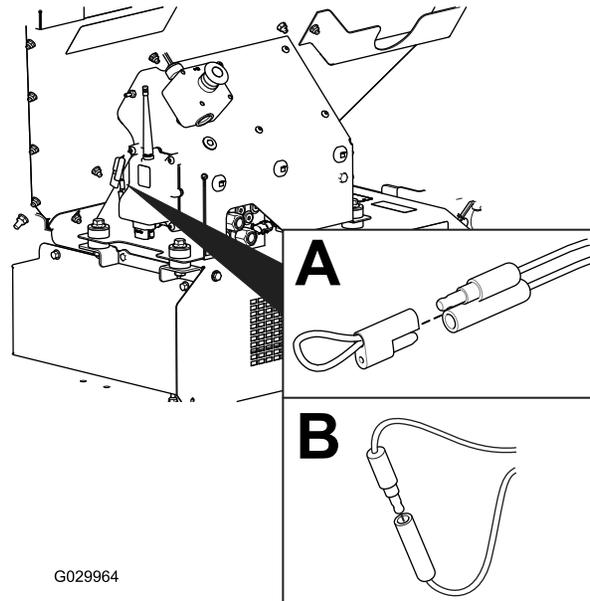

图59
2. 拉掉两个并联的诊断接头（图59，A）上系的盖子。
3. 将并联的诊断接头连接在一起（图59，B）。
2. 断开并联的诊断接头（图59，B）。
3. 将盖子接入两个并联的诊断接头（图59，A）。